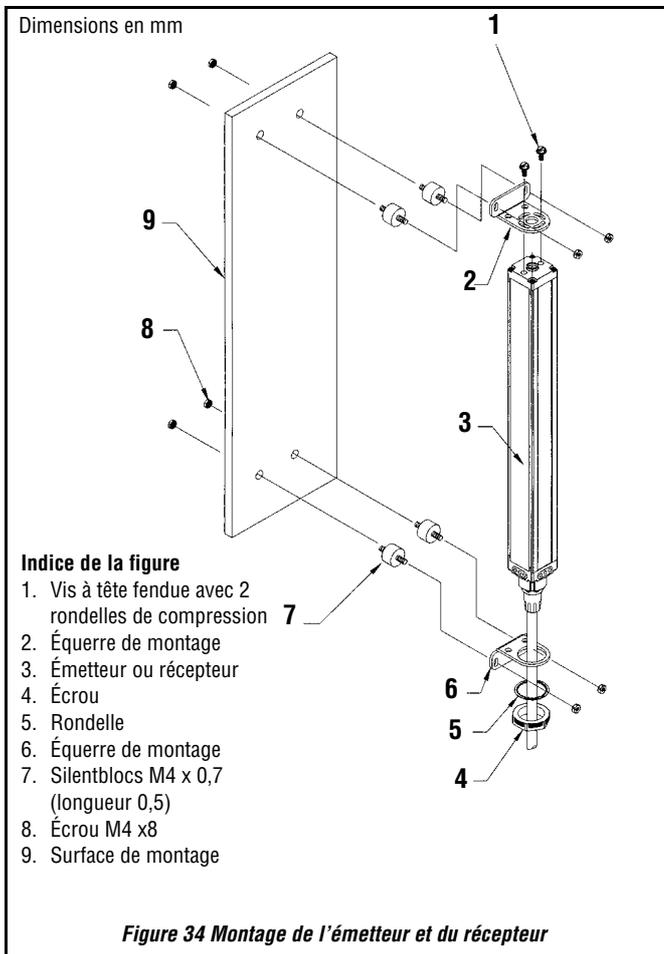

Figure 34 Montage de l'émetteur et du récepteur
2) En se référant à Figure 34 en page 36, monter les équerres de l'émetteur et du récepteur avec les boulons M6 et les écrous prisonniers (fournis).